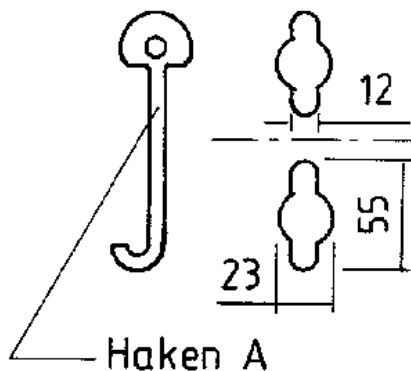
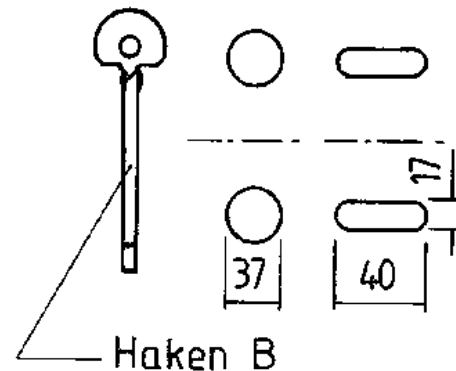

Abb. 2
Abb. 3
Zum Ausheben der Deckel werden jeweils 2 Haken benötigt. Der Haken A ist für runde Öffnungen mit beidseitigem Schlitz (Abb. 2) und der Haken B für runde Öffnungen oder Langlöcher (Abb. 3) geeignet.
- Nach dem Absetzen des Rahmens rastet der Verschlusshebel (5) unter dem U-Profil (6) ein und der Greifer kann leer abgehoben werden. Wenn der Verschlusshebel nicht einrastet, Spannhebel (4) mit der Hand niederdrücken.
- Überprüfen Sie zuerst, ob die Haken A oder B in die Öffnungen passen und den Deckel sicher greifen (Abb. 2 und 3). Ist dies nicht der Fall müssen spezielle Haken verwendet werden.